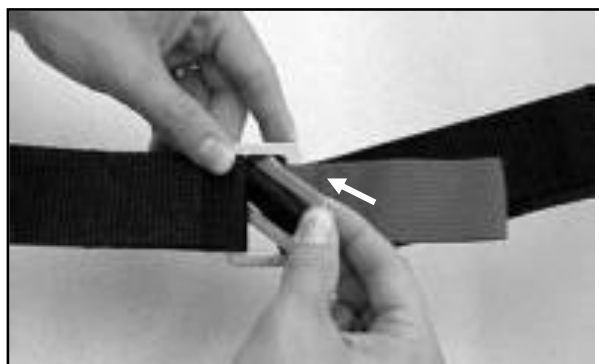

Abbildung 11 - Öffnen der Schnallen
2. Um die Schnalle zu öffnen, lösen Sie zuerst den Gurt wie in Schritt 1, drehen Sie dann die Dreibügelschnalle in einem Winkel und führen Sie sie durch den Schlitz in der Dreibügelschnalle nach unten (Abbildung 11).